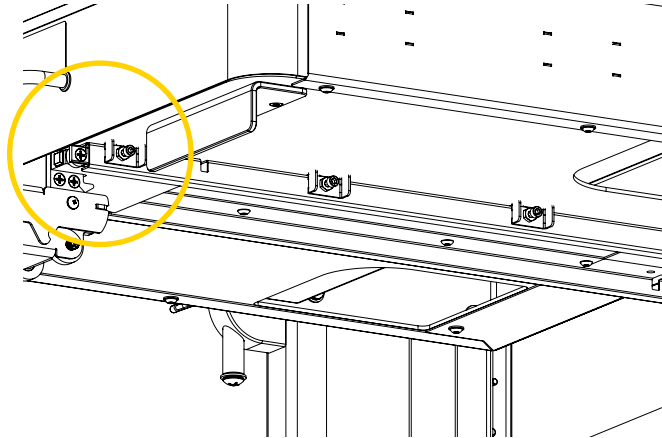

Figure 14: Serrage des vis d'ajustement (1 de 3)
- C. Tirer le plateau pour le rétracter et aligner le boîtier de roulements à billes du plateau pour clavier vis à vis la première vis d'ajustement située sur le côté externe du mécanisme (Figure 14), puis serrer la vis jusqu'à ce que vous commenciez à ressentir une résistance à l'aide d'une clé hexagonale 5/32 po et serrer l'écrou 1/2 à 1 tour complet à l'aide d'une clé 3/8 po.